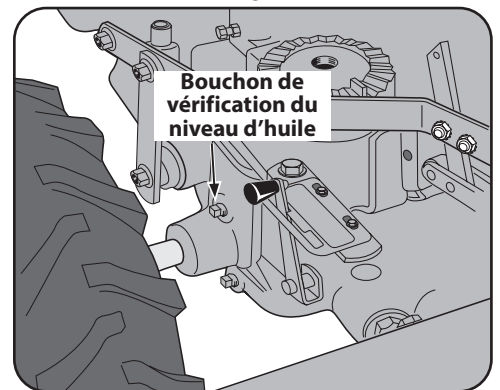

Figure 5-6
4. Utilisez une clé de 3/8 po pour retirer le bouchon de vérification du niveau d'huile situé sur le côté gauche du boîtier de la transmission. Voir Figure 5-6.
2. Retirez la jauge. Voir Figure 5-6 on page 42.